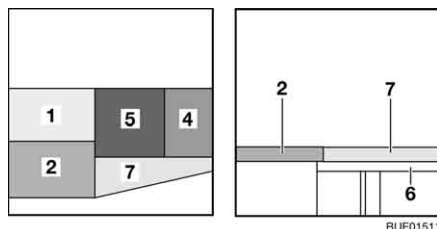

Fig. 127 Depois da transformação
- Coloque o estofa do assento (Fig. 127,5) no meio.
- Coloque o estofa do encosto (Fig. 127,4) entre o estofa do assento e a parede.
- Suspenda o acrescento da cama (Fig. 127,6) nos apoios dos bancos arca.
- Coloque o estofa adicional (Fig. 127,7) sobre o acrescento da cama.